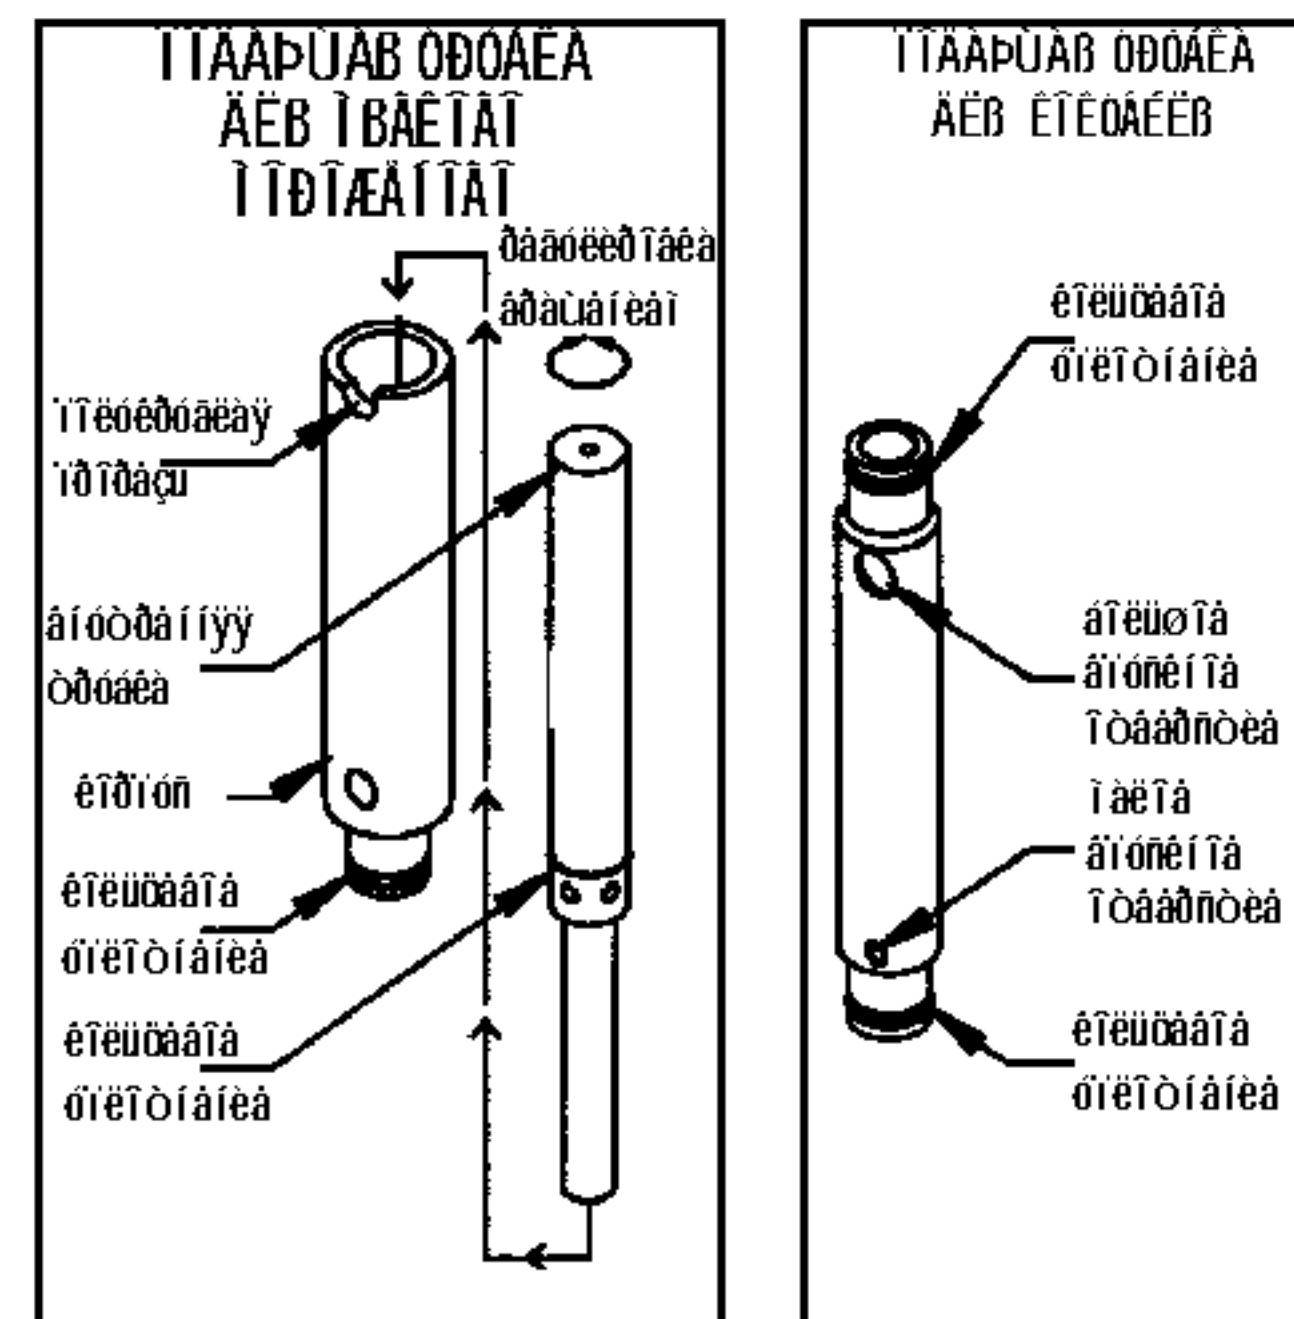

Рис. 7. Узел подающей трубы
6. Выньте из ванны для смеси подающую трубку (Рис. 7). Разберите и помойте в следующем порядке: